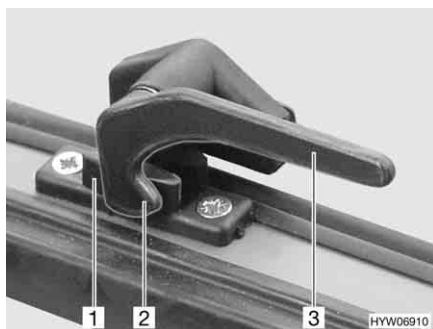

Fig. 19 Leva di serraggio in posizione "Chiuso"
- Ruotare la leva di serraggio (Fig. 19,3) di un quarto di giro verso il centro della finestra.
- Ruotare la leva di serraggio (Fig. 19,3) di un quarto di giro verso il telaio della finestra. Il nasello di chiusura (Fig. 19,2) si trova sul lato interno della chiusura della finestra (Fig. 19,1).
- In posizione "Completamente chiusa" (Fig. 19).